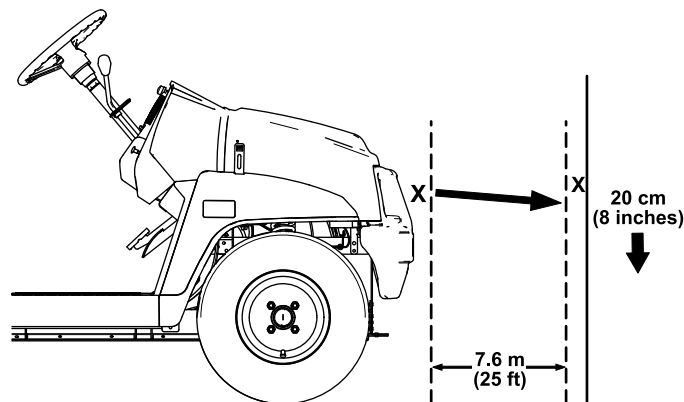

Figura 48
- Aparque la máquina en una superficie nivelada con los faros a unos 7.5 m (25') de una pared (Figura 48).
La parte más brillante del haz del faro debe estar a 20 cm (8") por debajo de la marca hecha en la pared (Figura 48).